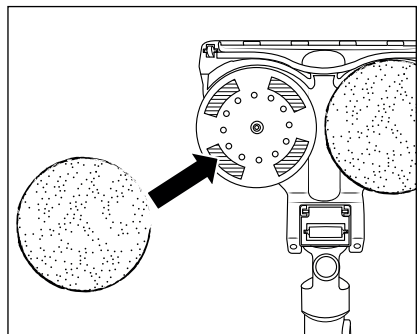

Abb. 18
- ◆ Um ein Wischpad 34 am Wischaufsatz 31 anzubringen, legen Sie es mittig auf einen der beiden Drehteller an der Unterseite des Wischaufsatzes 31 (siehe Abb. 18). Drücken Sie es dann auf den Klettbandern des Drehtellers fest.